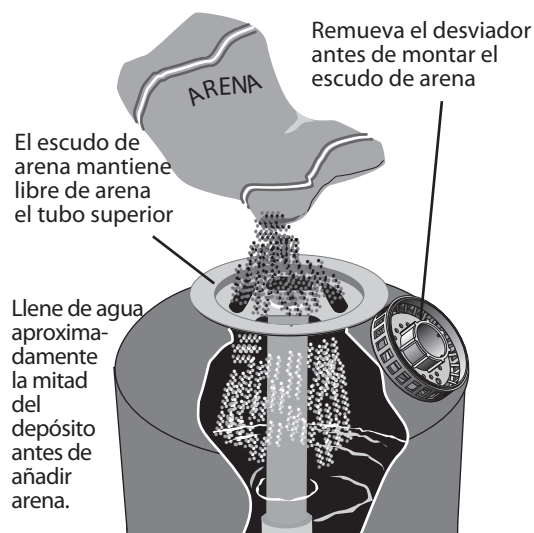

Figura 5
**Montaje:** Vea el montaje del filtro en la Figura 5.